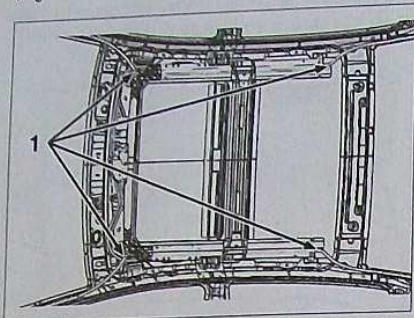

FIG. 53
Débrancher les tuyaux d'évacuation d'eau (1) (Fig.53).